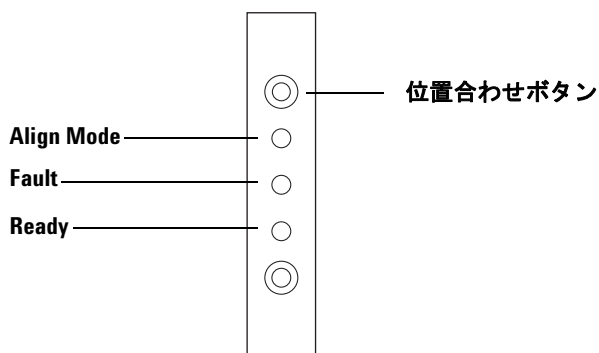

図 105 タワーの位置合わせ
- 4 細長い道具を使って、インジケータライトの上にある、くぼんだ**位置合わせ**ボタンを押します。くぼんだ穴の中にあるボタンの後ろや周辺を触らないよう注意してください (図 105)。